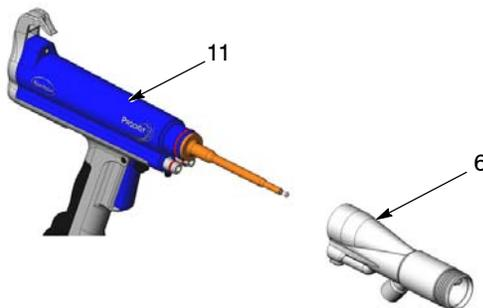

Abb. 24 Adapter abnehmen
5. Siehe Abbildung 24. Den Pistolenadapter gerade vom Pistolengehäuse (11) abziehen.